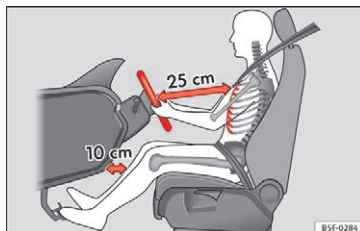

Fig. 82 Korrekt afstand mellem fører og rat
- Indstil rattet, så afstanden mellem rattet og førerens brystkasse er mindst 25 cm » Fig. 82.
- Indstil førersædet, så der mindst er 25 cm mellem brystkassen og rattets midte » Fig. 82. Hvis du sidder tættere på end 25 cm, beskytter airbagsystemet ikke optimalt.